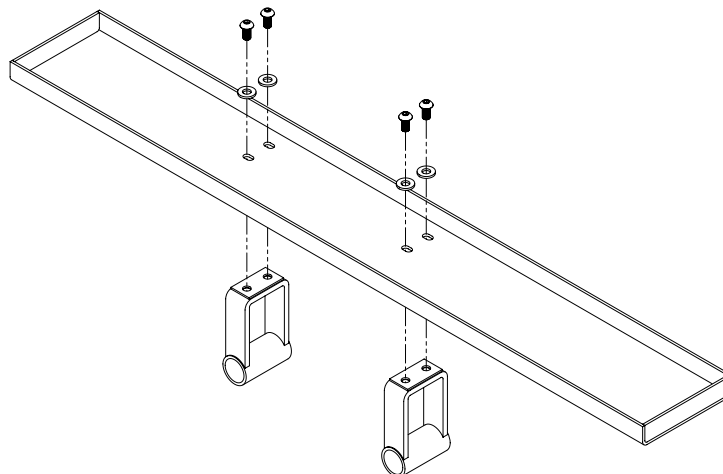

Figura 2: Ensamblaje de la placa de detención en la vía de rueda
2. Instale los soportes de fijación en la vía de rueda de manera que queden flojos con los tornillos de cabeza hueca (vea la figura 2).